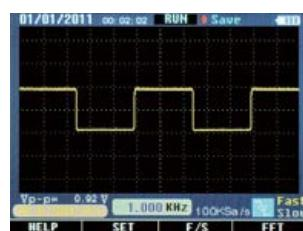

Figura 2-10-2
- Após a inicialização, no canto superior direito, a energia elétrica da bateria recarregável de íon lítio em funcionamento é exibida (figura 2-10-2).